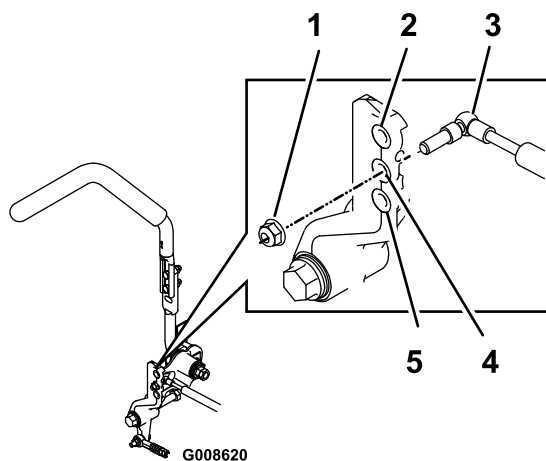

Figura 64
2. Rimuovete i dadi di fissaggio, spostate il bullone di montaggio dell'ammortizzatore nella posizione desiderata e montate nuovamente il dado di fissaggio. Fate riferimento a Figura 64 per le opzioni di montaggio.